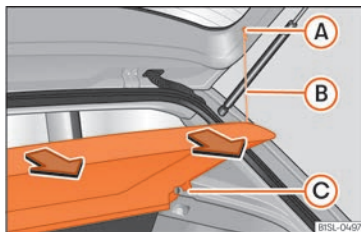

Fig. 136 En el maleter: desmuntar i muntar la safata del maleter.
- Desenganxeu els tirants »» **fig. 136 B** dels allotjaments **A**.